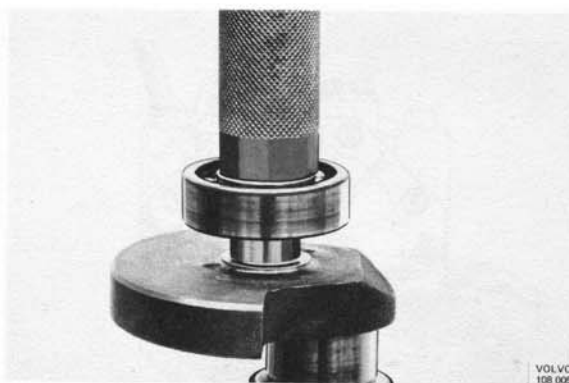

Abb. 62 Aufpressen des hinteren Kurbelwellenlagers
8. Neues hinteres Lager auf die Kurbelwelle pressen. Dabei den Preßdruck auf den Lagerinnenring richten (Abb. 62).